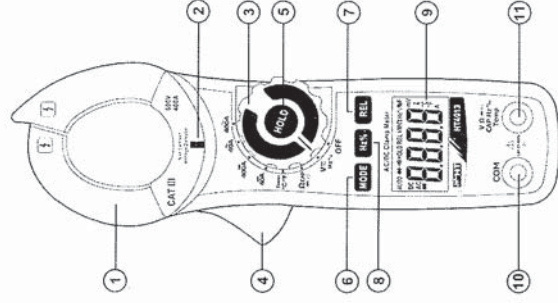

Fig. 1: Descrizione dello strumento
1. Accendere lo strumento in qualunque posizione del selettore, avvicinarlo in prossimità di una sorgente AC e notare l'accensione del LED rosso alla base del forforé (vedere Fig. 1 – Pos. 2) che ne sottolinea la presenza